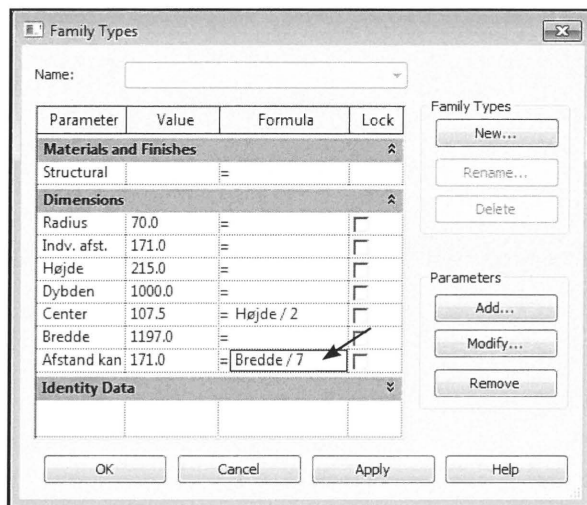

Fig. 09.16.
- Sæt evt. en formel bag parameteren der styrer hullets afstand til kant. Hvis afstanden altid skal være ens, kunne formelen lyde: $Bredde/7$ (Fig. 09.16), da vi har 7 lodrette mellemrum mellem de lodrette *Parameters*.